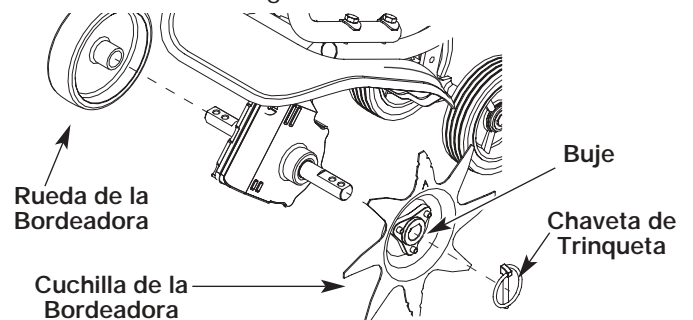

Fig. 4
1. Presione el interruptor encendido / apagado (O) para detener el motor y los dientes y desconecte la bujía para evitar un arranque accidental.
3. Deslice la rueda de la bordeadora, con el buje mirando hacia adentro, en el lado derecho del árbol del diente y asegúrelo con la chaveta de trinquete en el orificio interior (Fig. 4).
4. Deslice la cuchilla de la bordeadora con el buje mirando hacia el lado izquierdo del árbol del diente y asegúrelo con la chaveta de trinquete en el orificio interior (Fig. 4).